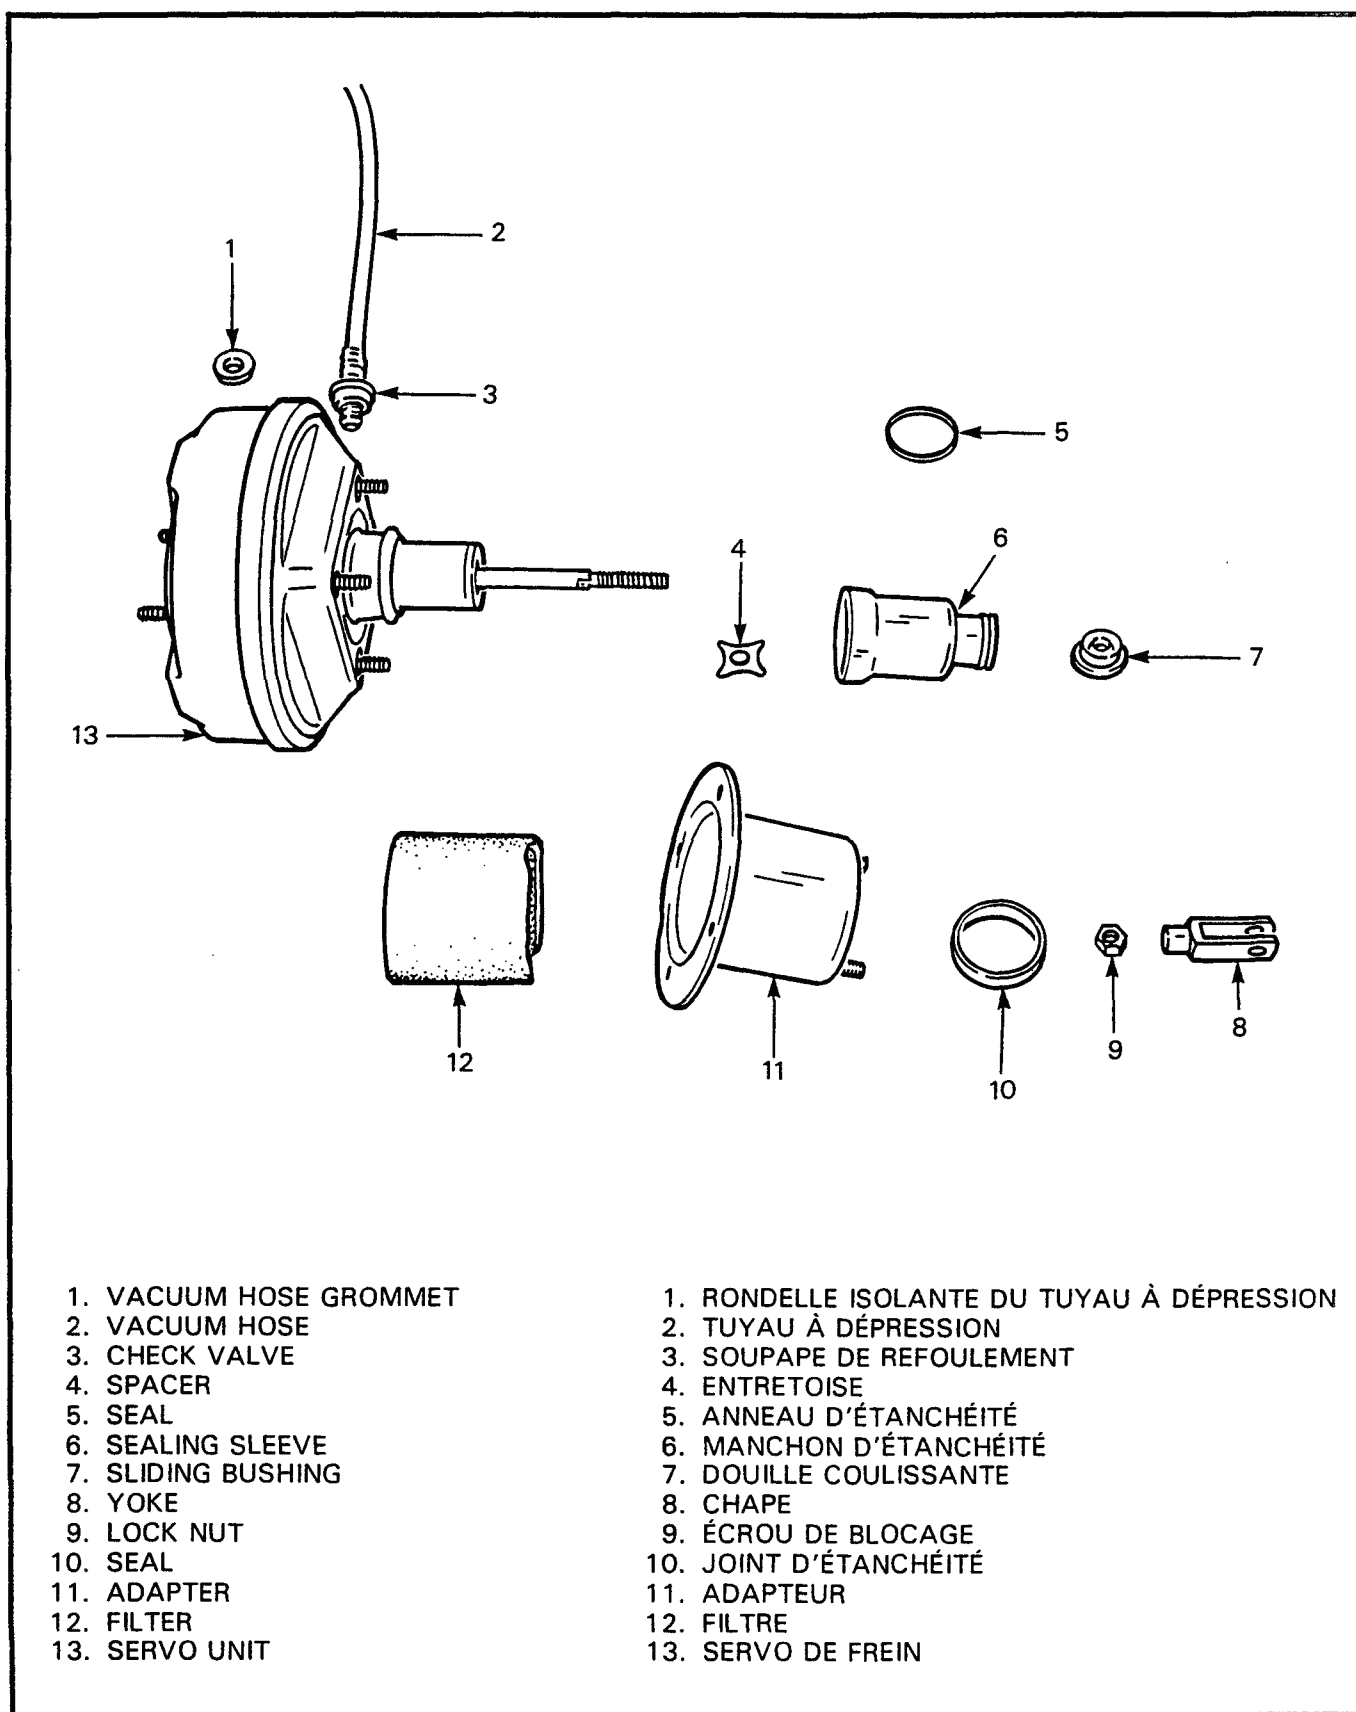

Figure 4-2-2 Components of Brake Servo Assembly
9. **Disassembly** — To disassemble, see Figure 4-2-2 and proceed as follows:
- a. Remove the vacuum hose grommet (1) from the servo unit (13).
- c. Clamp the servo in a vise and remove the adapter (11) cover from the servo unit by removing the four nuts and washers.
- d. Remove the seal (10) from the rear of the adapter assembly.
- e. Remove the filter (12) from the push rod.
9. **Démontage** — Pour démonter le servo, voir figure 4-2-2, et procéder comme suit:
- a. Enlever la rondelle isolante (1) du tuyau à dépression du servo de frein (13).
- c. Fixer le servo dans un étau et enlever le couvercle de l'adaptateur (11) du servo en enlevant les quatre écrous et rondelles.
- d. Enlever le joint d'étanchéité (10) de l'arrière de l'adaptateur.
- e. Enlever le filtre (12) de la tige-poussoir.
- f. Loosen the push rod locking nut from the yoke (8) and remove the yoke and locking nut (9) from the rod.
- g. Remove the sliding bushing (7) from the rod.
- h. Remove the sealing sleeve (6) from the rod.
10. **Assembly** — To assemble, see Figure 4-2-2 and proceed as follows:
- a. Install the sealing sleeve (6) on the push rod until it rests against the servo unit.
- b. Install the small end of the bushing (7) in the sealing sleeve.
- c. Install the push rod locking nut (9).
- d. Install the yoke (8) on the push rod and then unscrew the locking nut until it is tight against the yoke.
- e. Install the filter (12) on the push rod and over the sealing sleeve.
- f. Install the seal (10) in the hole in the adapter, ensuring the shoulder of the seal is aligned with the mounting bolts.
- h. Install the adapter (11) to the servo unit with four nuts and washers and torque the nuts to 25 N•m (18 ft lb).
- j. Install the vacuum hose grommet (1) into the housing.
- f. Desserrer l'écrou de blocage de la chape (8), et enlever la chape et l'écrou de blocage (9) de la tige.
- g. Enlever la douille coulissante (7) de la tige.
- h. Enlever le manchon d'étanchéité (6) de la tige.
10. **Assemblage** — Pour assembler le servo, voir figure 4-2-2, et procéder comme suit:
- a. Installer le manchon d'étanchéité (6) sur la tige-poussoir jusqu'à ce qu'il repose contre le servo.
- b. Placer la petite extrémité de la douille (7) dans le manchon d'étanchéité.
- c. Installer l'écrou de blocage (9) de la tige-poussoir.
- d. Installer la chape (8) sur la tige-poussoir, et dévisser ensuite l'écrou de blocage pour qu'il soit serré contre la chape.